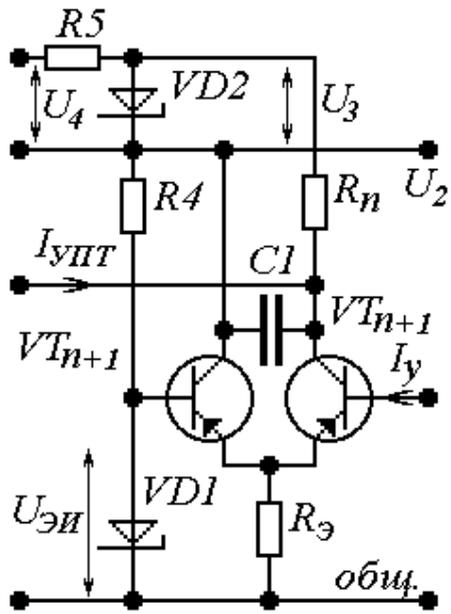

Рис.17. Вариант 3
$$R_5 \leq \frac{U_4 - U_3}{I_{cm2min} + 3I_{УПТmax}}, \text{ для рис. 17, 18, 19, 20.} \quad (21)$$
$$U_{K_{n+1}} = U_{2\text{ном}} + U_3 - U_{\text{ЭИ}}, \text{ для рис. 17, 18, 19, 20.} \quad (32)$$
$$R_{\mathcal{E}} = \frac{R_n U_{\mathcal{EИ}}}{2U_3}, \text{ для рис. 17, 18, 19, 20.} \quad (38)$$
$$I_{K_{n+1}} = \frac{U_{2ном} + U_3 - U_{\mathcal{EИ}}}{R_n}, \text{ для рис. 17, 18, 19, 20.} \quad (40)$$